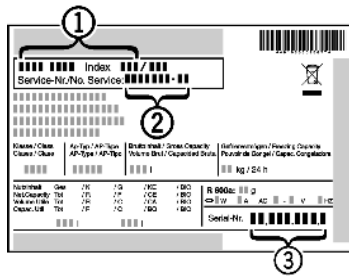

Fig. 8
- Relever la désignation de l'appareil *Fig. 8 (1)*, le n° de service *Fig. 8 (2)* et le n° de série *Fig. 8 (3)* sur la plaquette signalétique. Cette plaquette se trouve sur la paroi intérieure gauche de l'appareil.
- Informer le S.A.V. et lui communiquer la panne, la désignation de l'appareil *Fig. 8 (1)*, le n° de service *Fig. 8 (2)* et le n° de série *Fig. 8 (3)*.